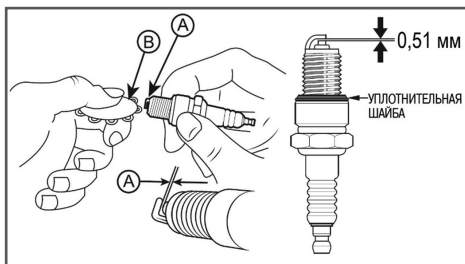

Рис. 27 Обслуживание свечи зажигания
4. Измерьте зазор между электродами свечи зажигания специальным щупом. Зазор должен быть 0,51 мм (Рис. 27). При необходимости, отрегулируйте зазор, аккуратно подогнув/отогнув боковой электрод.